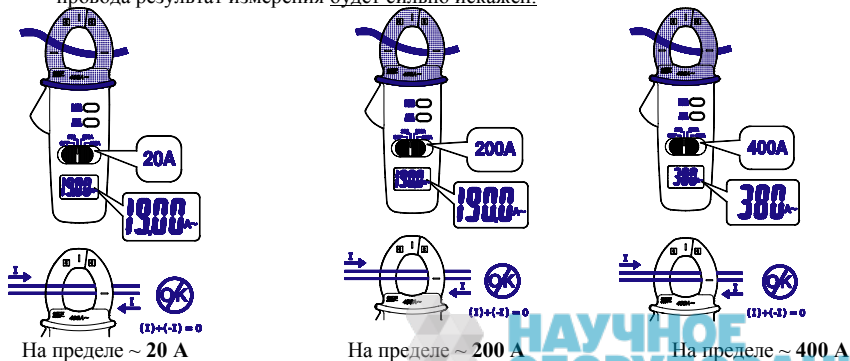

Рис. 7.1. Схема положения провода (между губок клещей)
- ✓ обхватывать клещами только один провод (см. рис. 7.1). Если обхвачено более одного провода результат измерения будет сильно искажен.